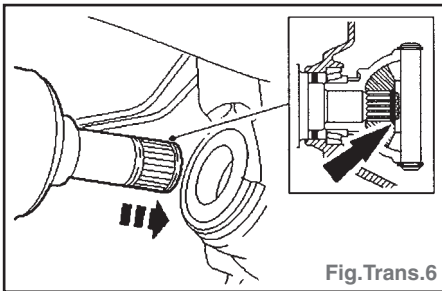

Fig. Trans.6
- Poser un circlip neuf (Fig. Trans.6).